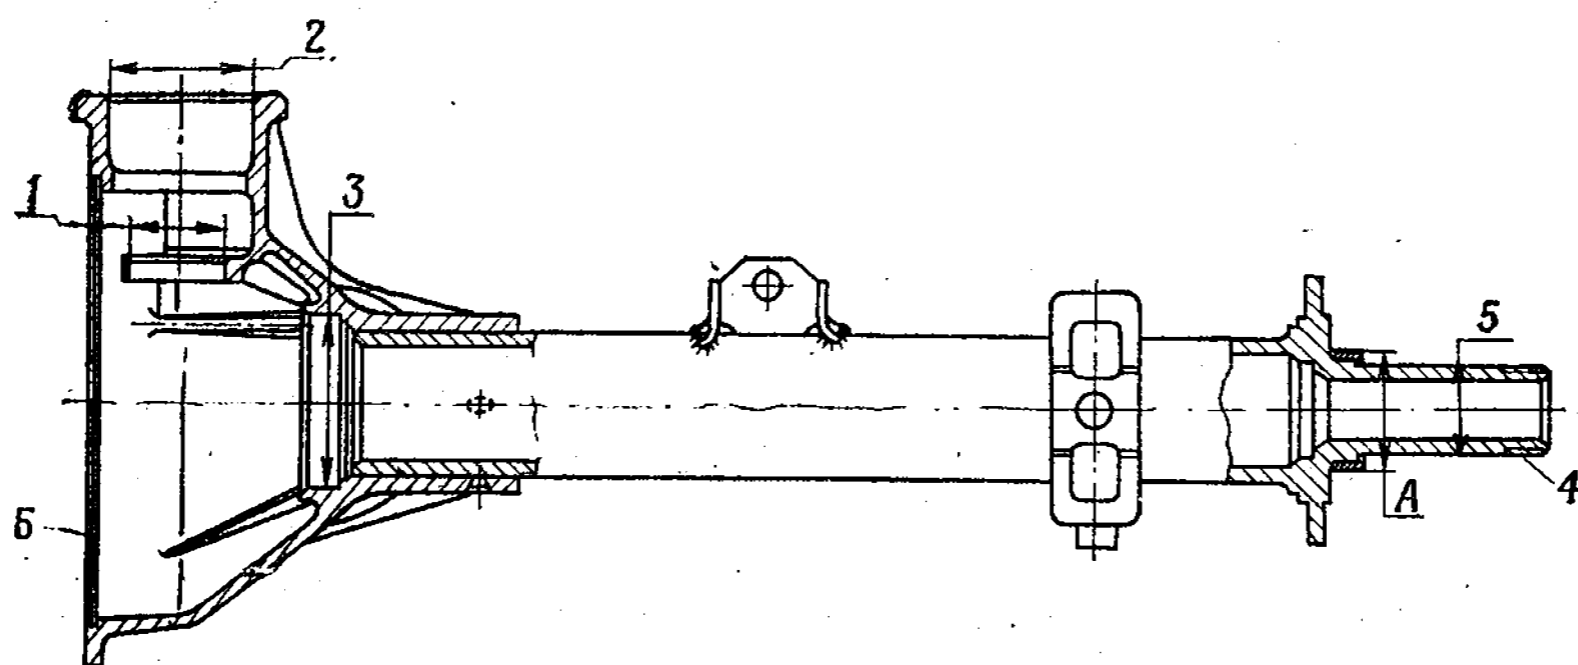

Рис. 139. Картер заднего моста с кожухом полуоси в сборе
2. Картер заднего моста с кожухом полуоси в сборе (рис. 139)